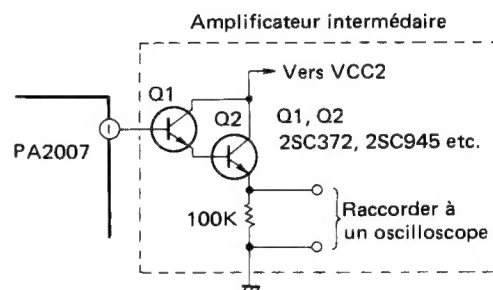

Fig. 11-4 Raccordement de l'amplificateur intermédiaire
- Raccorder l'amplificateur intermédiaire à la borne n° 1 de IC PA2007 (Fig. 11-4) et fournir la sortie de forme d'onde à un oscilloscope.